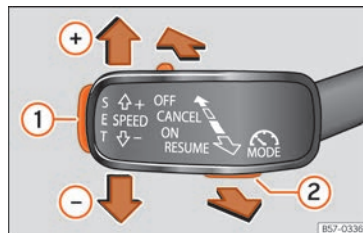

Fig. 154 À gauche de la colonne de direction : des touches permettent d'actionner le limiteur de vitesse.
Pour basculer entre les systèmes d'assistance à la conduite, appuyez sur la touche » **fig. 153** (2) ou sur la touche » **fig. 154** (2), puis sélectionnez à l'aide de la molette de droite du volant multifonction dans le menu du combiné d'instruments et appuyez sur la molette pour confirmer.
- Déplacez le levier vers le volant jusqu'à la position **ON** et appuyez sur la touche **» fig. 154 ②**.
- En cours de route, appuyez sur la touche **SET** **» fig. 154 ①**.
- Appuyez sur la touche **SET** **» fig. 154 ①** pour réduire la vitesse par petits incréments de 1 km/h (1 mph).
Si vous souhaitez désactiver temporairement le limiteur de vitesse, par exemple pour dépasser, placez le levier au point de pression **CANCEL** ou appuyez sur la touche » fig. 154 ②.